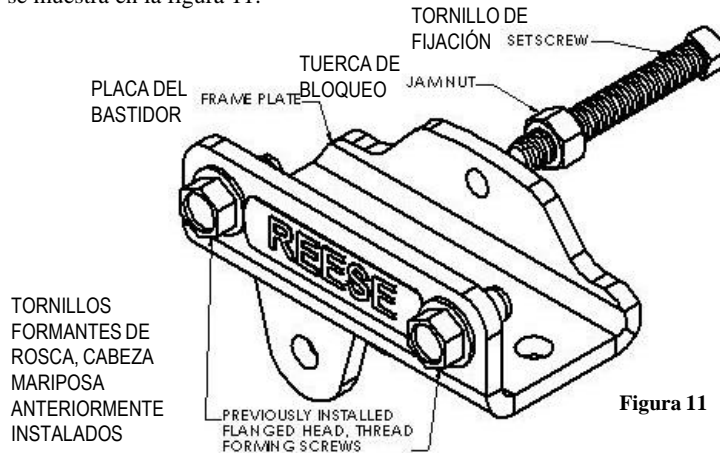

Figura 11
- Instale la tuerca hexagonal de 1/2-13 (tuerca de bloqueo) en los pernos de cabeza cuadrada de 1/2-13 X 3 1/2" e instale en los soportes del bastidor como se muestra en la figura 11.